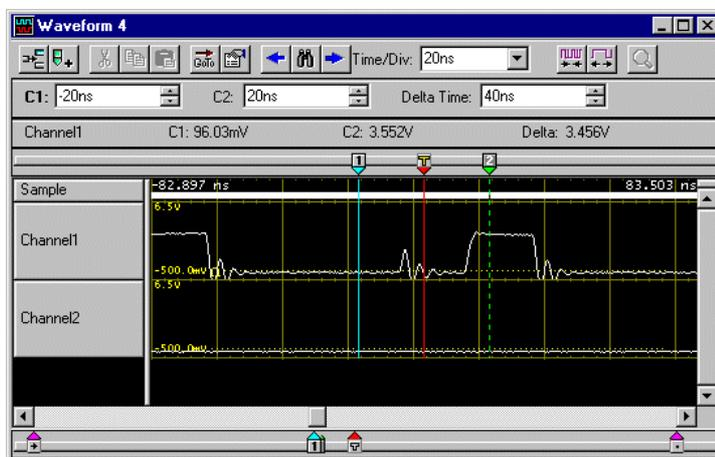

図 3-18 : DSO 波形の Waveform ビュー
5. 図 3-18 の[Waveform 4]ウィンドウが表示されます。トリガ付近が表示されていない場合には[Goto]コマンドの[System Trigger]にてトリガ付近を表示します。